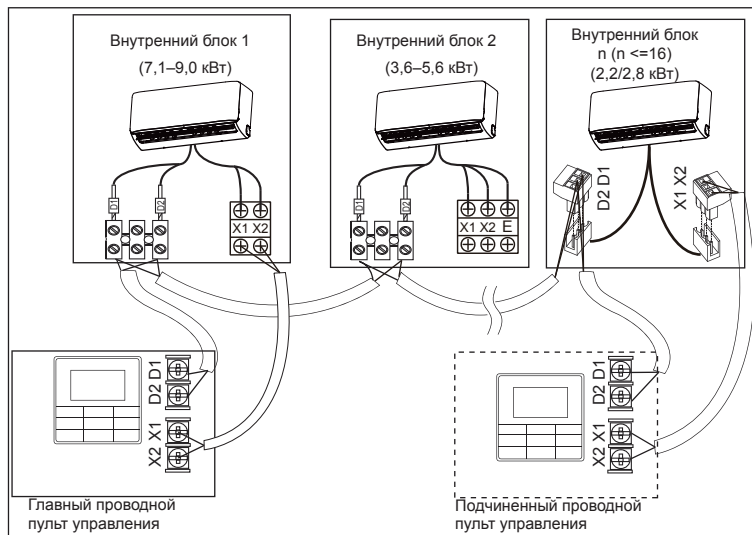

Рисунок 6.8
- Используйте один проводной пульт управления для управления несколькими внутренними блоками или два проводных пульта управления (один главный и один подчиненный пульт) для управления несколькими внутренними блоками (см. рисунок 6.8).